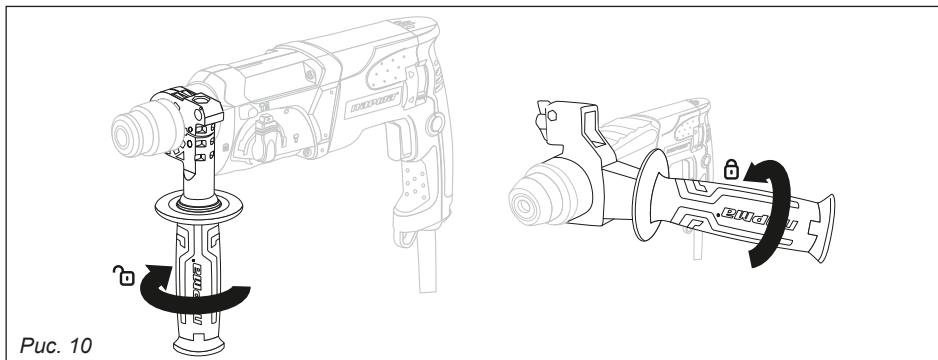

Рис. 10
6.6. Передняя рукоятка (рис. 10)